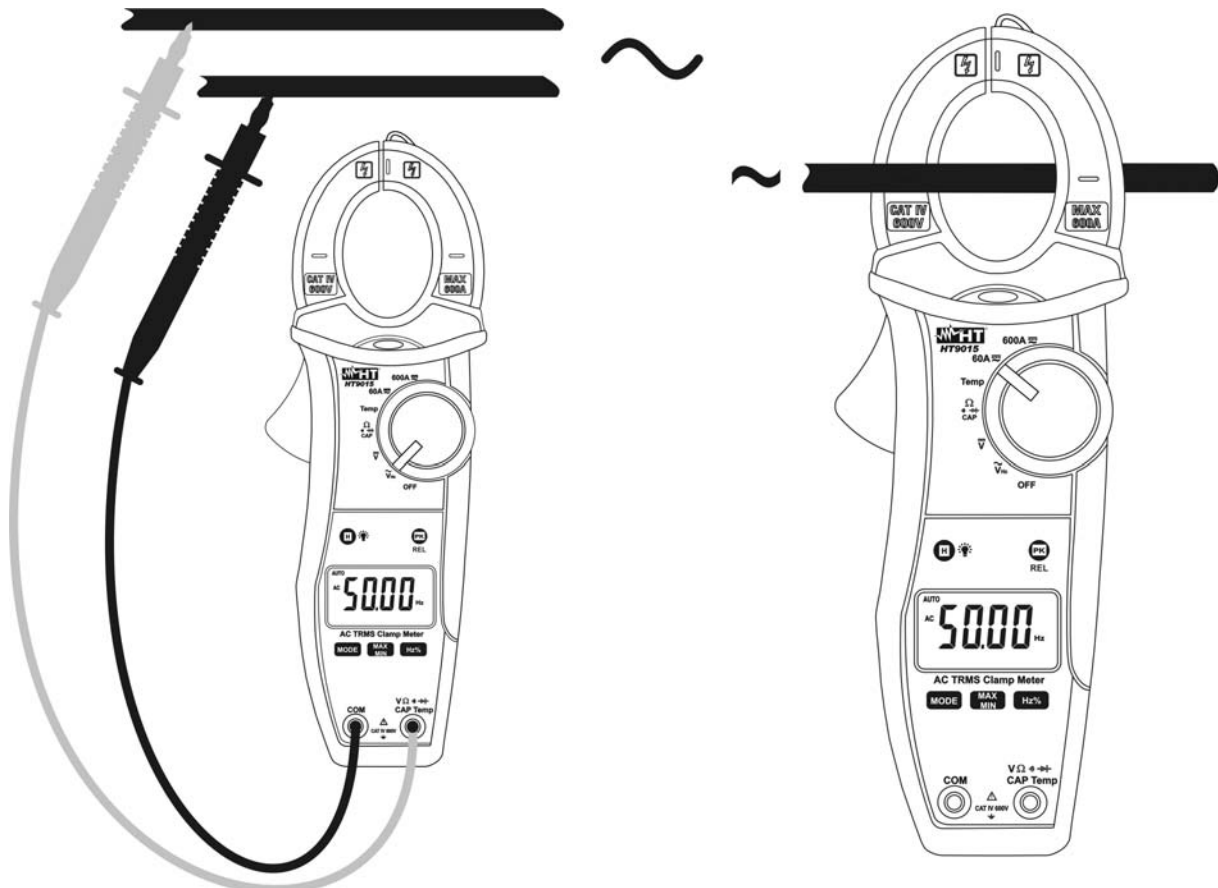

Abb. 11 Messung von Frequenz und Tastverhältnis
- Verbinden Sie die Meßleitungen mit den Eingangsbuchsen. Die rote Messleitung mit der Buchse **VΩHz%Temp** und die die schwarze Messleitungsbuchse mit der **COM** Eingangsbuchse (siehe Abb.11 – linkes Bild) für Frequenzmessung über die Messleitungen. Öffnen Sie die Zange und setzen Sie den zu messenden Leiter ins Zentrum der Zangenöffnung (siehe Abb. 11 rechte Seite), der gemessene Frequenzwert wird nun angezeigt. Der Bargraph ist deaktiviert in der Funktion Frequenz und Tastverhältnis.